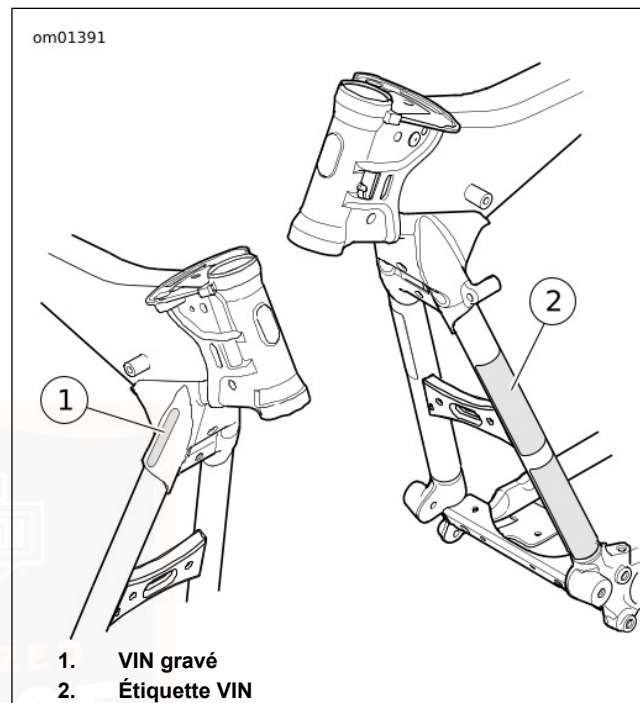

Figure 2. Emplacements du VIN
Voir Figure 2. Les 17 chiffres du VIN (1) sont gravés sur le côté droit du cadre près de la colonne de direction. Dans certains marchés, une étiquette de VIN imprimée (2) est également apposée sur le tube descendant avant.